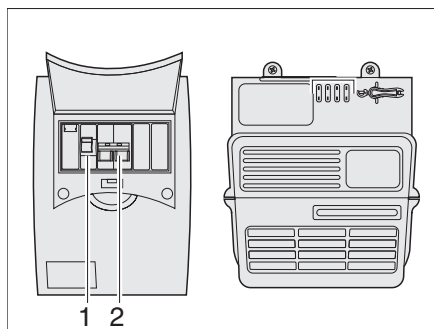

Fig. 100 Scatola dei fusibili a 230 V
Il fusibile principale (Fig. 100,2) protegge il circuito di ingresso a 230 V dall'assorbimento di un'intensità di corrente maggiore di 10 A. La scatola dei fusibili contiene inoltre un interruttore di sicurezza per correnti di guasto (Fig. 100,1).
- Disinserire e subito dopo reinserire l'interruttore di sicurezza di linea a 230 V (vedi Fig. 100) e l'interruttore principale della batteria (vedi Fig. 94) per interrompere il passaggio della corrente.